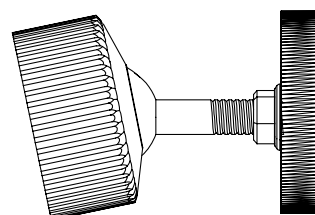

figura 3
Monte las piezas (3), (4) y (5) como muestra la figura 23. Atornille la rótula (4) dentro de la pieza de inserción en la parte trasera del altavoz (6) (no se muestra en esta imagen). Apriete la tuerca M10 (5) con la herramienta adecuada. El sistema debe estar como el mostrado en la figura 3.